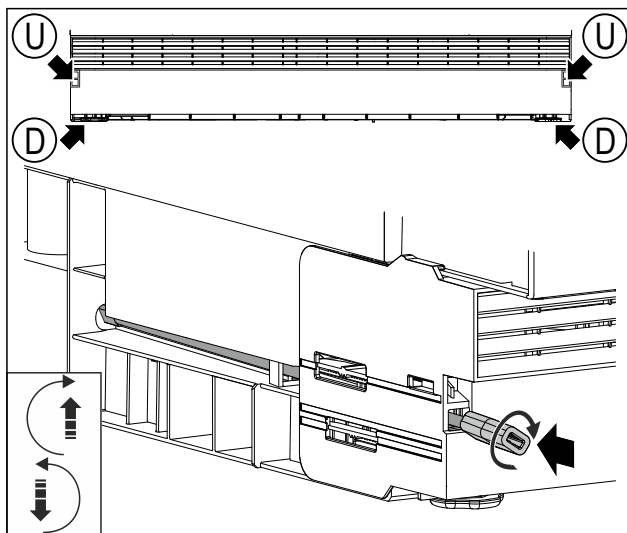

Fig. 43 Voorbeeldweergave
- (U) Hoogteverstelling achter
- (D) Hoogteverstelling voor
- ▶ Steek de stang met het adapterstuk in de opening Fig. 43 (U).